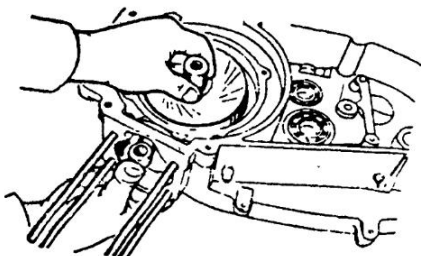

Рис. 2.23. Снятие коленчатого вала
- вынуть коленчатые валы из половин картера (рис. 2.23);